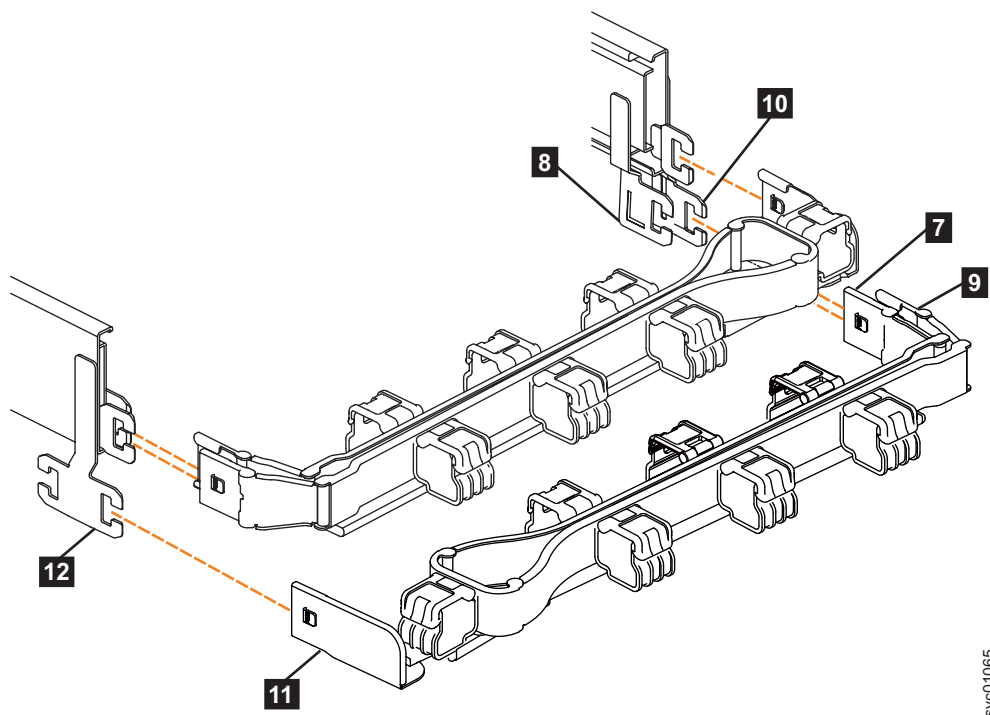

Figura 66. Componentes do conjunto de CMA inferior
Nota: O procedimento para remover o conjunto de CMA inferior é o mesmo que o procedimento para remover o conjunto de CMA superior. No entanto, os locais do conector são inversos. Por exemplo, a base do conector do CMA superior (**5** em Figura 65) se conecta ao trilho direito. A base do conector do CMA inferior (**11** em Figura 66 na página 72) se conecta ao trilho esquerdo.
6. Remova a base do conector do conjunto de CMA inferior (**11**) do conector no trilho de suporte esquerdo (**12**), conforme Figura 66.
7. Remova o conector interno do conjunto de CMA inferior (**9**) do membro externo do trilho de suporte direito (**10**), conforme mostrado em Figura 66.
8. Remova o conector externo do conjunto de CMA inferior (**7**) do membro interno do trilho de suporte direito (**8**), conforme mostrado em Figura 66.